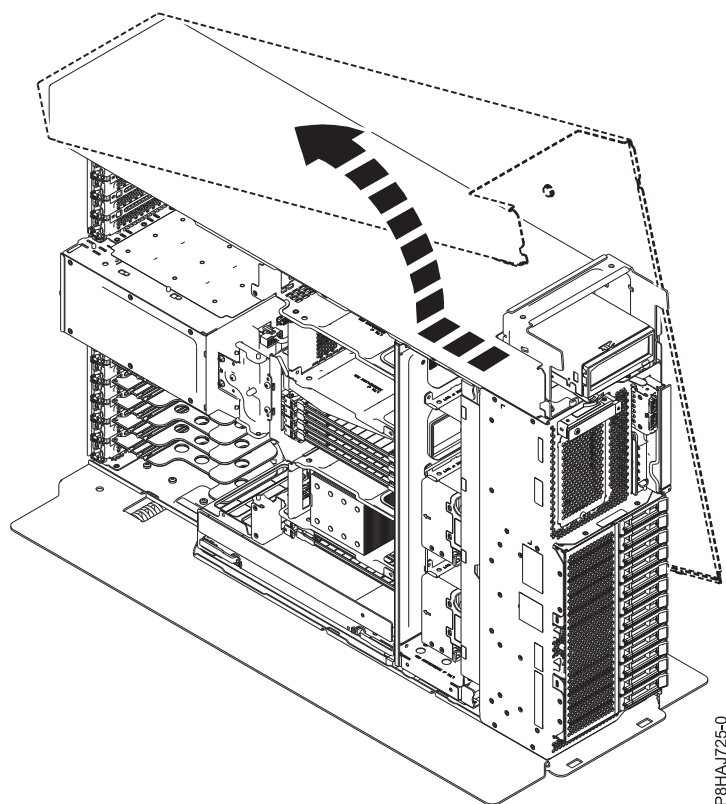

Figure 11. Retrait du capot latéral du système 8286-41A
- Séparez le capot latéral du système en le faisant coulisser dans la direction indiquée figure 11.